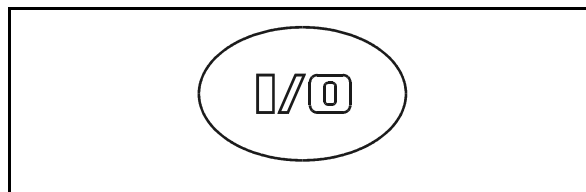

Fig. 28
ON (I) / OFF (O) (Fig. 28). Con esta tecla Ud. conecta y desconecta el **AMATRON+**.